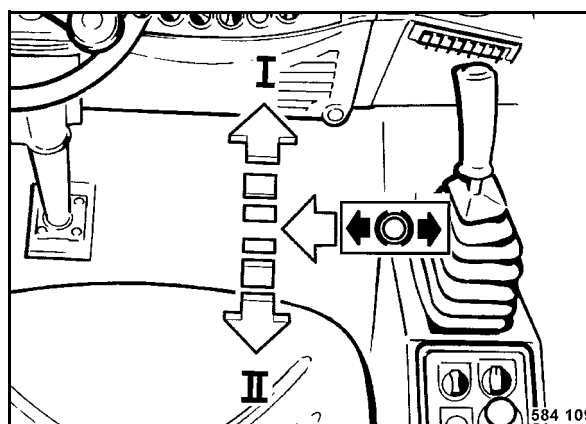

fig. 161
- Décranter le levier de commande de la marche (fig. 161) vers la gauche mais ne pas le déplacer sur position "I" ou "II".